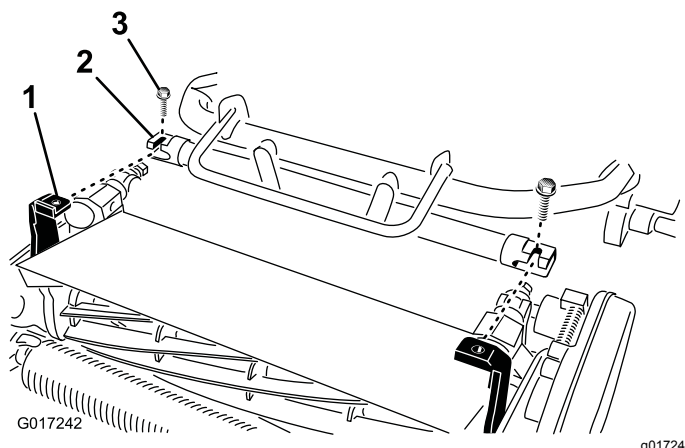

Figura 8
4. Manobre a estrutura da máquina para a frente até engatar nos braços articulados da unidade de corte (Figura 8).
5. Fixe a estrutura da máquina aos braços articulados da unidade de corte com 2 parafusos ($\frac{3}{8}$ x $\frac{3}{4}$ pol.) (Figura 8).